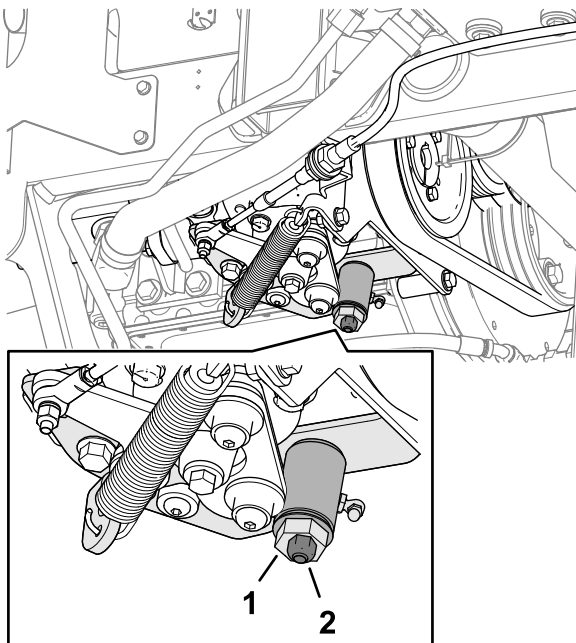

Figura 76
3. Afloje la contratuerca de la leva de ajuste de tracción (Figura 76).